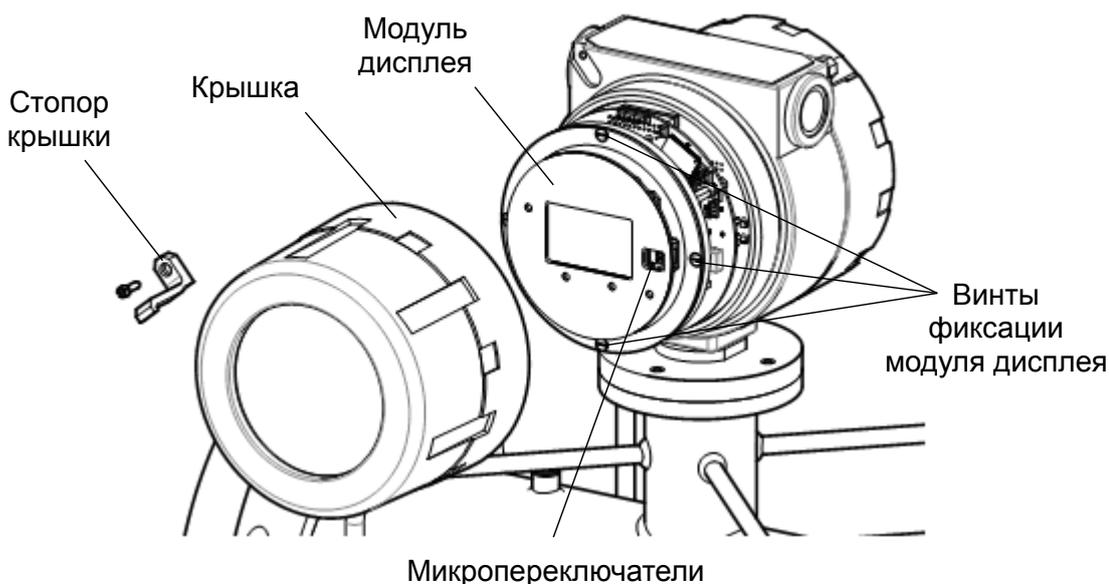

Рисунок 2.11 – Компоненты дисплея расходомера
1. Снимите стопор крышки, вывернув удерживающий винт (рисунок 2.11);